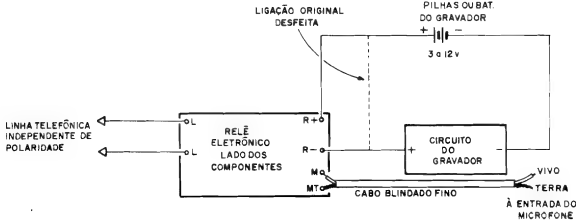
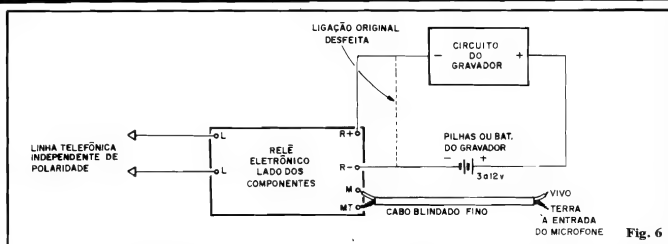
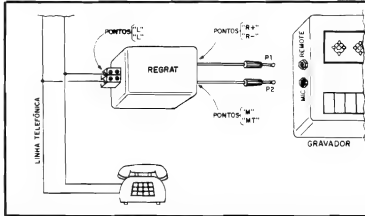

Fig. 5
Fig. 6
Fig. 7
- **FIG. 5** - Primeiro "modelo" de acoplamento" do **REGRAT** com o gravador... Notar que o bloco rotulado de "Circuito do Gravador" inclui toda a parte eletrônica deste, **mais** seu motor... Observar a ligação interna do circuito do gravador, que deve ser desfeita (interrompida) para o acoplamento do chaveamento eletrônico feito pelo **REGRAT**. Atenção às polaridades (todas claramente indicadas) e à necessidade de se usar cabo blindado mono, fino, para a conexão à Entrada de Microfone do gravador...
- **FIG. 6** - Segundo "modelo" de
acoplamento REGRAT/gravador... Dependendo do circuito interno do gravador, de qual polaridade tem sua referência interna de "terra", uma das duas soluções (fig. 5 ou fig. 6) deverá dar melhores resultados do que outra... Assim, é conveniente que o Leitor/Hobbysta experimente ambas e verifique qual mostra funcionamento mais consistente. Notar que nessa configuração (ao contrário da mostrada na fig. 5) é a linha do **negativo** da alimentação interna do gravador que deve sofrer a "ruptura" e intercalação do REGRAT... Como sempre, **ATENÇÃO** às polaridades indicadas e à presença de cabagem blindada na interconexão de Microfone...
- **FIG. 7** - Os "modelos" de instalação mostrados nas figs. 5 e 6 pressupõem o "embutimento" da plaquinha do REGRAT em qualquer pequeno espaço "sobrante" dentro da própria caixa do gravador acoplado... Alguns gravadores, porém, apresentam acessos (jaques) externos para "Remote" e "Microfone"... Nesse caso, conforme ilustra o diagrama, o REGRAT pode ser abrigado em caixinha independente, autônoma, dotada dos convenientes cabos e plugues para conexão aos tais jaques do gravador! Observar, na mesma figura, a forma como os pontos "L-L" são ligados à linha telefônica (e que - eletricamente - também vale para os arranjos mostrados nas figs. 5 e 6...). Especificamente quanto ao cabo/plugue P1 que deve ser ligado
fios que, internamente, vão a tais jaques. Já nos gravadores "mini" e "micro", normalmente não há acesso externo às funções "Remote" e "Mic", devendo então as ligações serem feitas conforme Instruções básicas mostradas nas figs. 5 e 6.